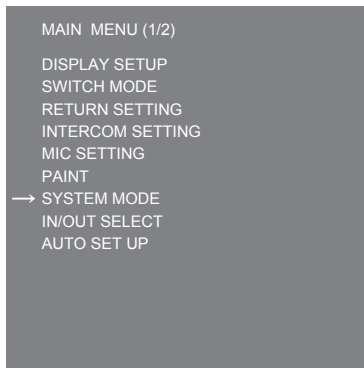

図 1
- 5 〈SELECT〉ダイヤルボタンを回して [SYSTEM MODE] にカーソル (矢印) を移動させる。(図 1)